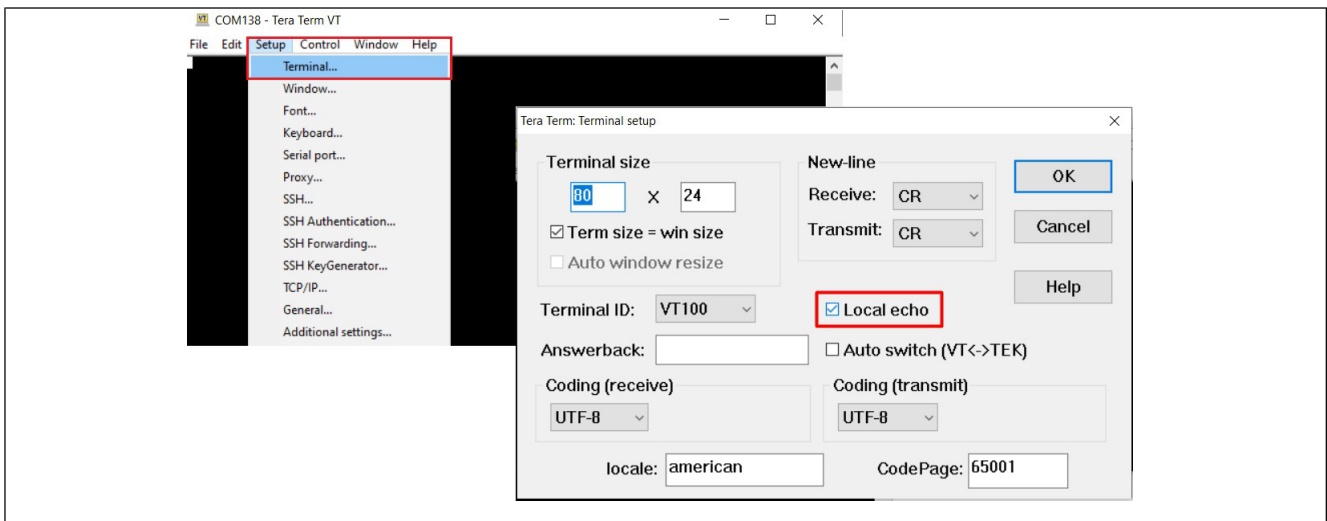

図61. Tera Termターミナルにおけるローカリエコーの有効化
3. Setup>Terminalを選択し、Local Echoにチェックを入れてローカリエコーを有効にします(図61)。